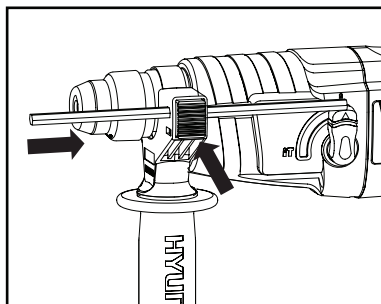

рис. 7
- Нажмите на кнопку фиксатора измерителя глубины сверления (2) до упора, вставьте указатель уровня в рукоятку (См. рис. 7).